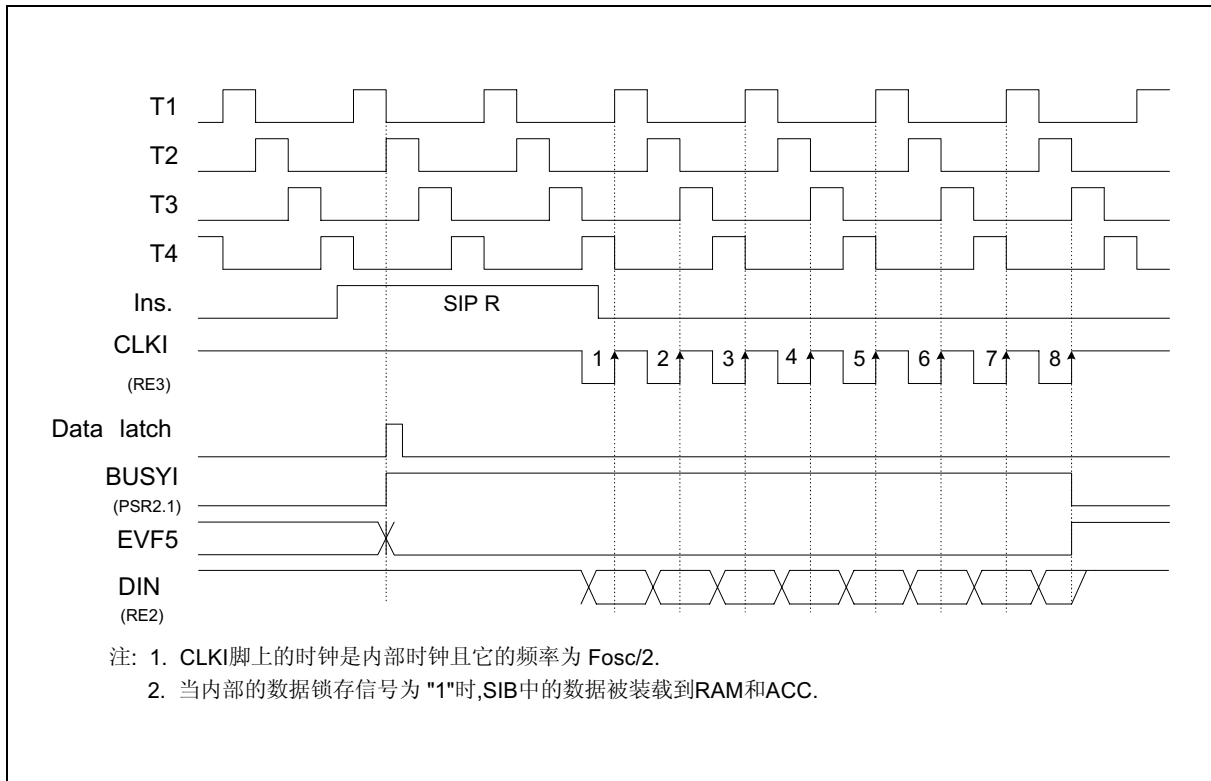

图9. 串行输入功能的时序图(SIP R)
(1) 执行SIP R 指令后, 首先串行输入缓冲器中的数据被自动的装载到ACC和RAM, 且把端口状态寄存器2的第1位置 "1" (BUSYI = 1)。然后由CLKI 脚发出8 个时钟, 在该时钟的上升沿DIN脚上的数据被装载到串行输入缓冲器中。在发送8 个时钟之后, BUSYI被置为"0"并把EVF.5设为"1" ; 这时如果IEF.5 = 1, 将执行相应的中断程序; 如果HEF.5 = 1, hold状态将结束。用户可以检测(BUSYI)已确定是否是串口输入完毕。如果在输入没有完毕时再次执行SIP R指令数据将丢失。时序图如图9。